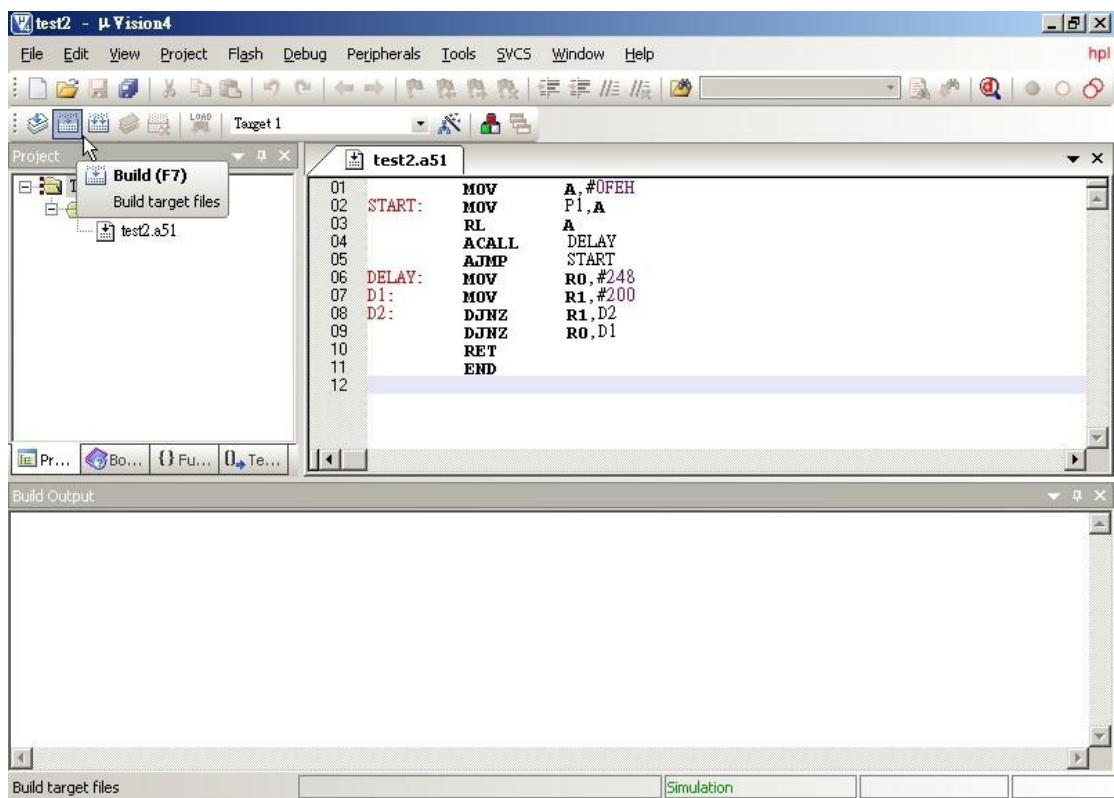

图 2-14 编译
(7) 完成基本的选项设定后，下面就剩下编译执行了。在此按下  按钮，“Build target”，或 F7 快捷键，如图 2-14 所示。